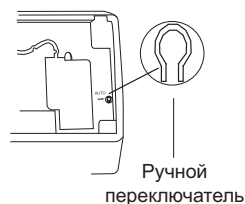

Рис. 5.6
5.6.1 В случае утери или выхода из строя беспроводного пульта управления возможно включение/выключение кондиционера при помощи аварийного переключателя (см. рис. 5.6).